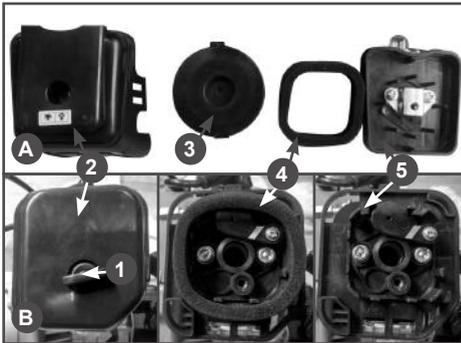

Рис. 14 Конструкция воздушного фильтра
1. Открутите винт 1 крепления крышки 2 воздушного фильтра и снимите ее (Рис. 14).
- Очистите от загрязнений крышку и опору 5 воздушного фильтра (Рис. 14).